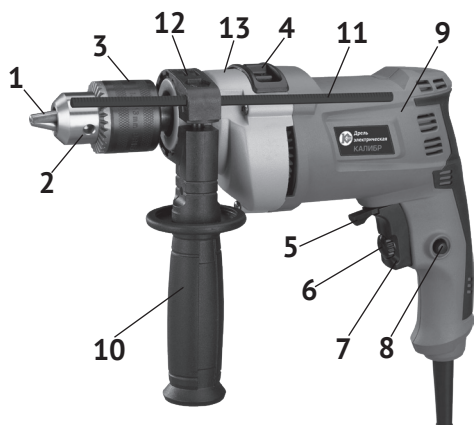

рис. 1
1.6 Общий вид дрели представлен на рис.1
1.7 Дрель состоит из коллекторного двигателя в пластиковом корпусе (рис.1 поз.9), состоящем из 2-х частей (левой и правой) и редуктора, расположенного в металлическом корпусе (рис.1 поз.13). Крутящий момент с якоря электродвигателя шестерней, передаётся на шпиндель, соосный с двигателем.
На резьбу (1/2") шпинделя крепится сверлильный патрон (рис.1 поз.1-3).
1.8 Клавиша выключателя (рис.1 поз.7) расположена в передней части рукоятки. В клавишу встроен диск регулятора оборотов (рис.1 поз.6). С его помощью можно изменять скорость вращения шпинделя в пределах от 0 до 2800 об/мин. Это позволяет выбрать оптимальный режим работы, в зависимости от просверливаемого материала и установленного сверла.
Над клавишей выключателя находится рычажковый переключатель реверса (рис.1 поз.5). В нейтральном положении он выполняет функцию блокиратора клавиши от случайного включения. Символами R, L или стрелками указывается направление вращения патрона.
Сверху на корпусе дрели расположен переключатель режимов (рис.1 поз.4). Он фиксируется в одном из двух положений, отмеченных символами: «сверло» - сверление, «молоток» - сверление с ударом. В режиме «сверление с ударом» включается ударный (храповый) механизм, придающий сверлу осевой импульс небольшой амплитуды но высокой частоты (до 50000 уд/мин).
- вращением обоймы патрона (рис.1 поз.3) против часовой стрелки, развести кулачки патрона (рис.1 поз.1) на расстояние, необходимое для установки хвостовика выбранного сверла;
- затянуть ключом, используя поочерёдно три отверстия втулки (рис.1 поз.2), хвостовик сверла между кулачками патрона.
- вращением рукоятки (вокруг своей оси) против часовой стрелки, ослабить хомут крепления (рис.1 поз.12);
- удерживая клавишу, нажатием кнопки (рис.1 поз.8), фиксируем клавишу в рабочем положении;